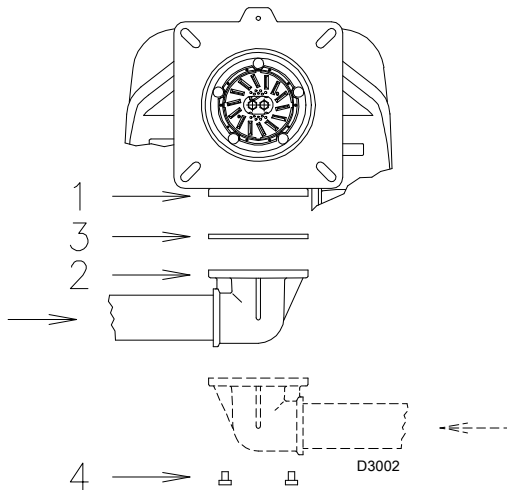

图 28
- 燃气阀组必须通过随附的法兰 2)、垫片 3) 和螺丝 4) 连接到燃气连接附件 1)(图 28) 上。
- 燃气阀组可从燃烧器右侧或左侧安装，视安装便利程度而定，见 图 28。